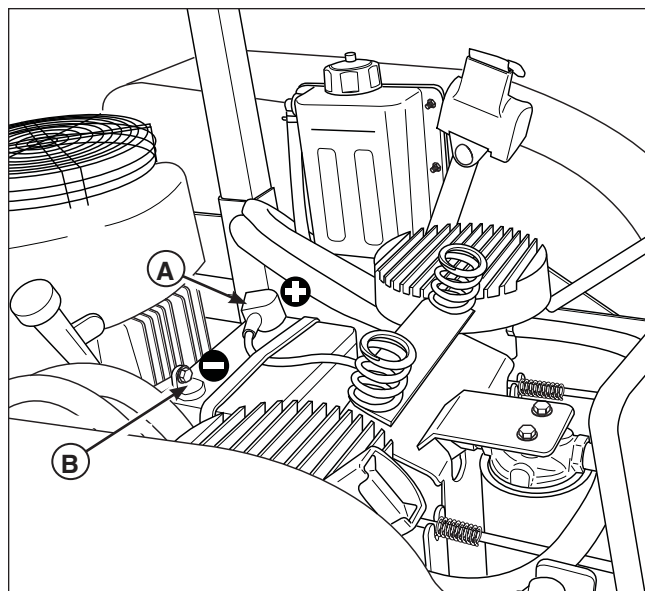

Figura 48. Compartimiento de batería
1. Desconecte los cables de la batería, primero el cable negativo (B, Figura 48) que es negro.
3. Reinstale la batería y coloque nuevamente los cables, primero el cable positivo (A) que es rojo.